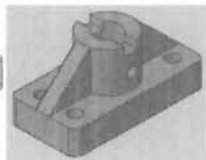

图 15-47
(1) 在命令行中输入 Rec 命令, 绘制一个圆角矩形, 如图 15-47 所示, 命令执行过程如下。